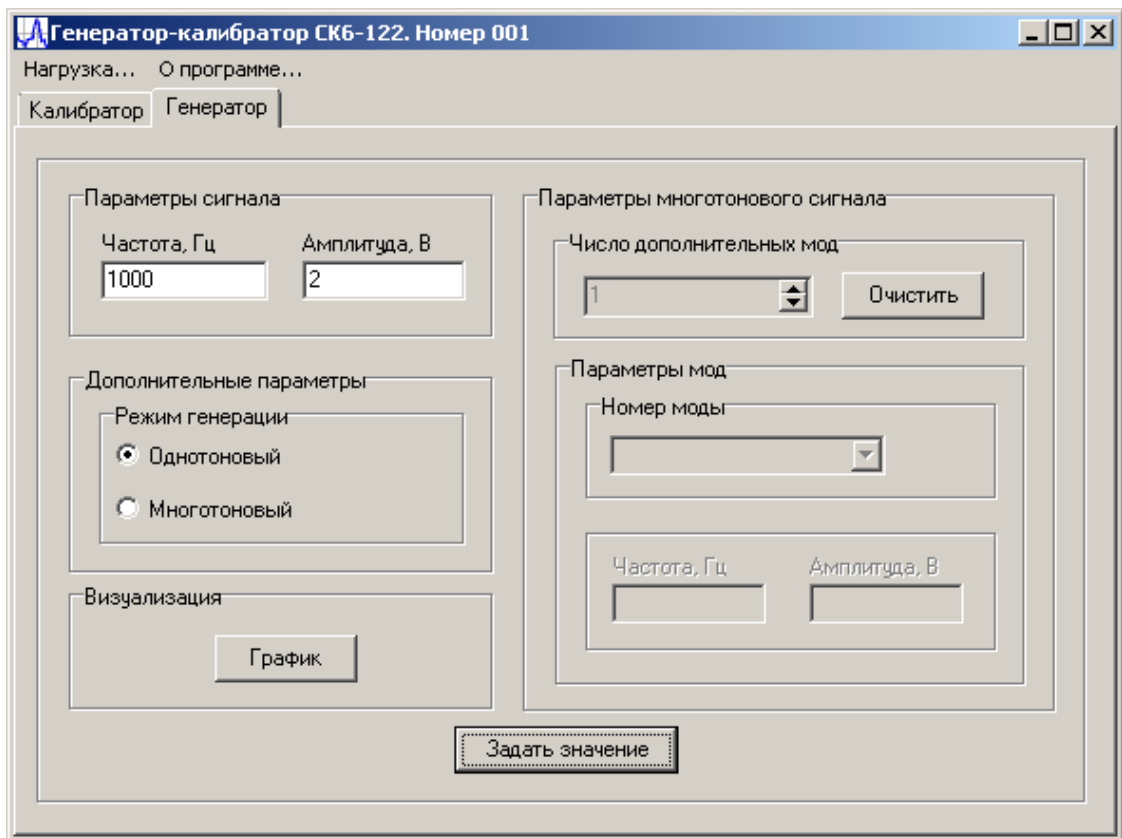
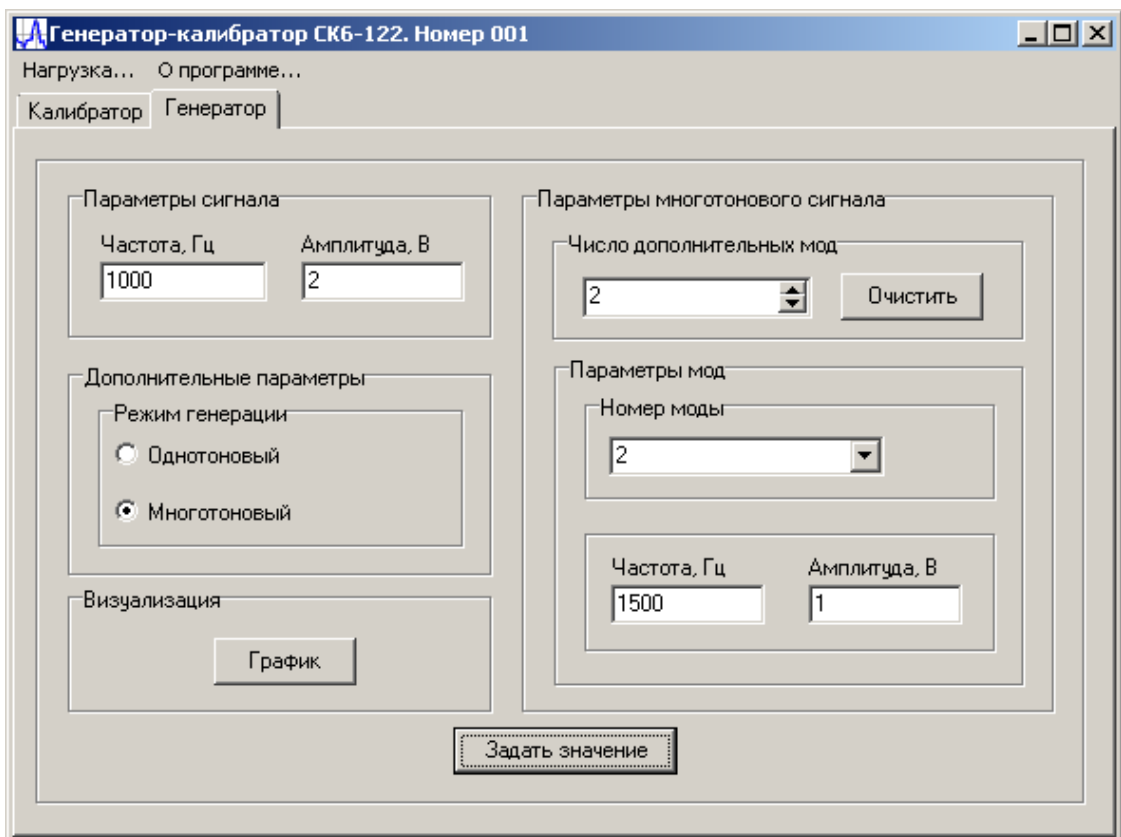

Рисунок 9. Вкладка «Генератор» программы управления СК6-122
Рисунок 10. Вкладка «Генератор». Многотоновый режим
5.5 Вкладка «Генератор» служит для управления генератором-калибратором СК6-122 в режиме генератора. На вкладке расположены следующие элементы управления и настройки (см. рисунок 9):
- область «Параметры многотонового сигнала» служит для задания параметров дополнительных мод. Область «Число дополнительных мод» содержит поле ввода, в котором стрелками можно выбрать число мод, и кнопку «Очистить», которая обнуляет частоту и амплитуду всех мод. Область «Параметры мод» служит для непосредственного задания частоты и амплитуды каждой моды. Для этого в выпадающем меню «Номер моды» необходимо указать номер моды, для которой будут заданы частота и амплитуда. В полях «Частота, Гц» и «Амплитуда, В» необходимо указать частоту и амплитуду моды (см рисунок 10).
Для работы прибора в режиме генератора необходимо переключиться на вкладку «Генератор» и выбрать режим работы – однотоновый или многотоновый (см. рисунок 9). В однотоновом режиме необходимо указать частоту и амплитуду сигнала. В многотоновом – количество мод, частоту и амплитуду каждой моды (см. рисунок 10). Следует помнить о том, что в однотоновом режиме нормируются параметры собственных искажений, частоты и амплитуды, а в многотоновом только частота и амплитуда каждой моды.